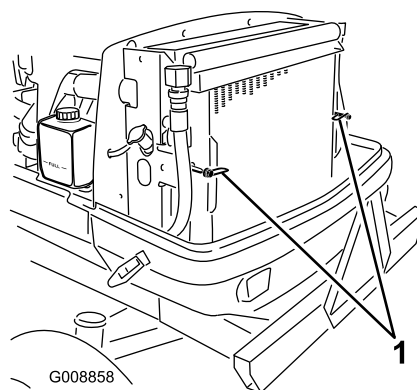

Рисунок 78
2. Поверните защелки (Рисунок 78) крепления маслоохладителя к раме.